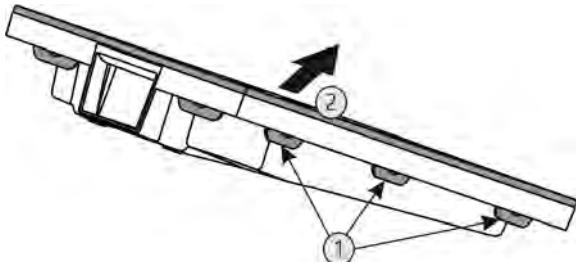

Fig. 32
- Последовательно нажать на все накладки Fig. 32 (1) и снять крышку Fig. 32 (2).